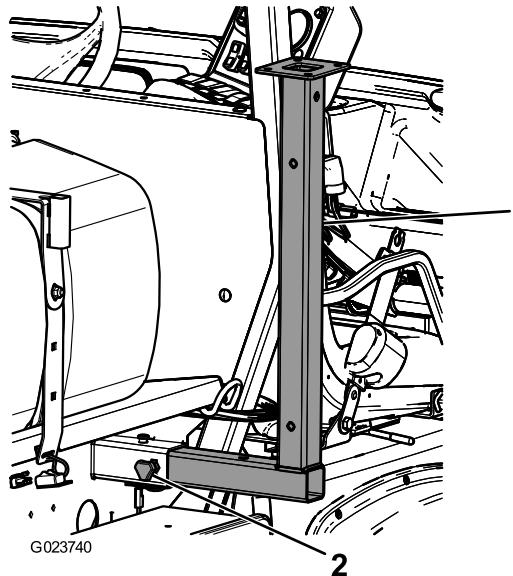

Bild 49
- Setzen Sie die vorderen Stützböcke umgedreht in den Rahmen in der Nähe der vorderen Vergurtungsstellen ein (Bild 49).